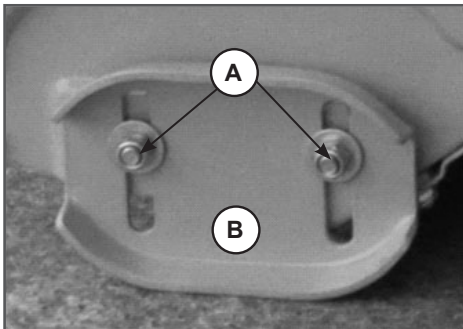

Рис. 27
2. Ослабьте гайки крепления салазок (А), Рис. 27) и установите салазки (В) на необходимую высоту. Снова затяните гайки.